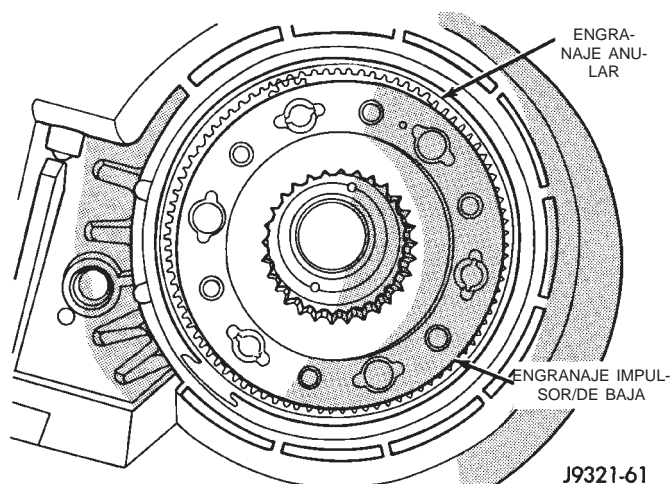

Fig. 57 Instalación de engranajes impulsor/de baja
(1) Alinee e instale el conjunto de engranaje de baja/engranaje impulsor en la caja delantera (Fig. 57). Asegúrese de que los piñones del engranaje de baja queden acoplados en el engranaje anular y que el eje del engranaje impulsor quede completamente asentado en el cojinete delantero.